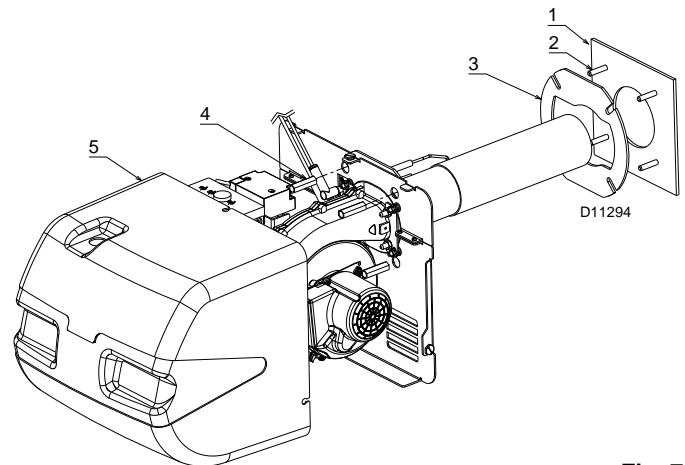

Fig. 7
- serrer les goujons 2)(Fig. 7) à la plaque de la chaudière 1);